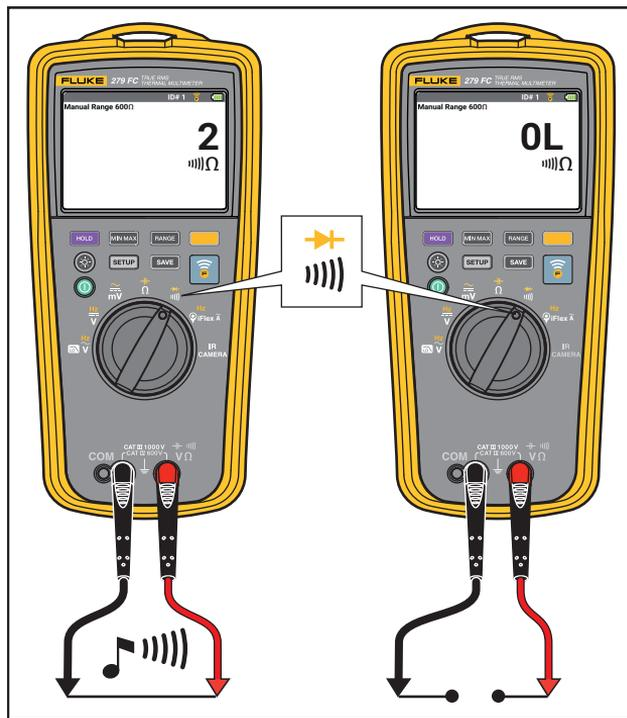

Figura 9. Pruebas de continuidad
- Prueba de continuidad. Consulte la Figura 9.
Las pruebas de continuidad utilizan una señal acústica que suena cuando se detecta un circuito cerrado. La señal acústica le permite hacer pruebas de continuidad sin la necesidad de mirar la pantalla. Consulte la Figura 9.